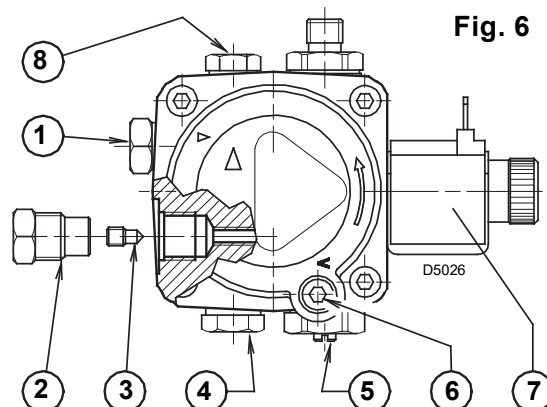
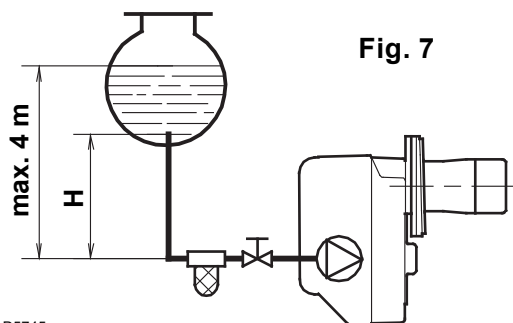

Fig. 6
Fig. 7
- De pomp is voorzien voor een installatie met twee leidingen. Draai bij één leiding de moer van de terugloopleiding (2) los, verwijder de by-pass schroef (3) en draai de dop (2) opnieuw aan, (zie Fig. 6).
Bij een installatie zoals in Fig. 7, de vacuümmeter aansluiting (5, Fig. 6) losdraaien tot er brandstof ontsnapt.
Deze regeling kan worden aangepast met de schroef (4, Fig. 6, blz. 4).